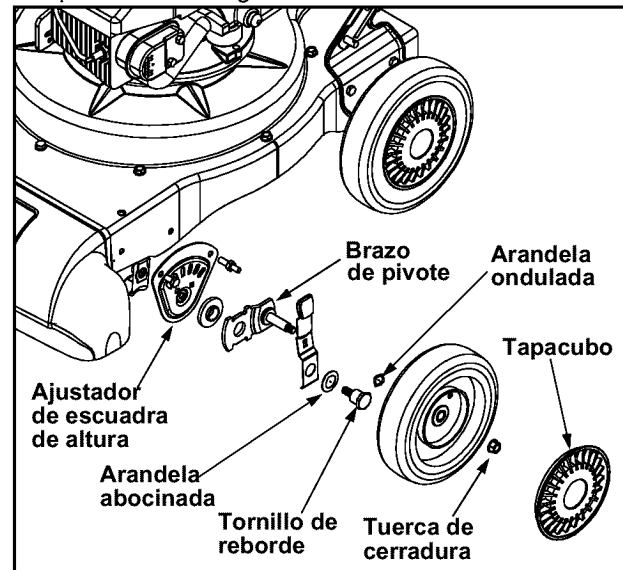

Figura 14
- Quite los tapacuboss delanteros, ciérrase chiflado, ruedas delanteras, y las arandelas de onda(ola) que atan a las asambleas de brazo de pivote. Ver la Figura 14.